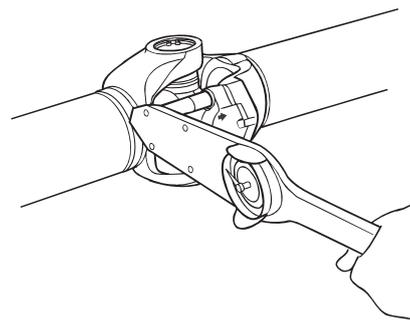

Figura 4.43
4. Use um torquímetro para apertar os parafusos alternadamente com 115-135 lb-pé (155-183 N m). Figura 4.43